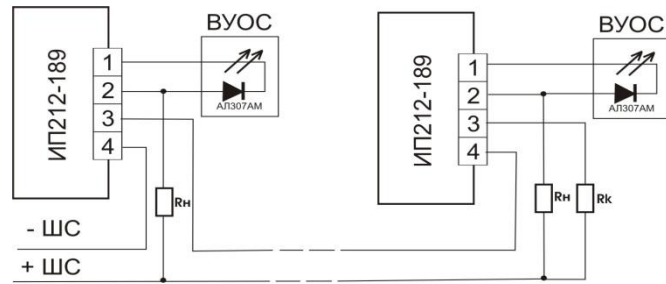

Рисунок 1
Внимание потребителя! Схема включения извещателей ИП212-189 в шлейф приведена на рис. 1
4.6 Контакты “1” и “2” клеммника можно использовать для подключения внешнего устройства оптической сигнализации (ВУОС), в соответствии с рис. 1.